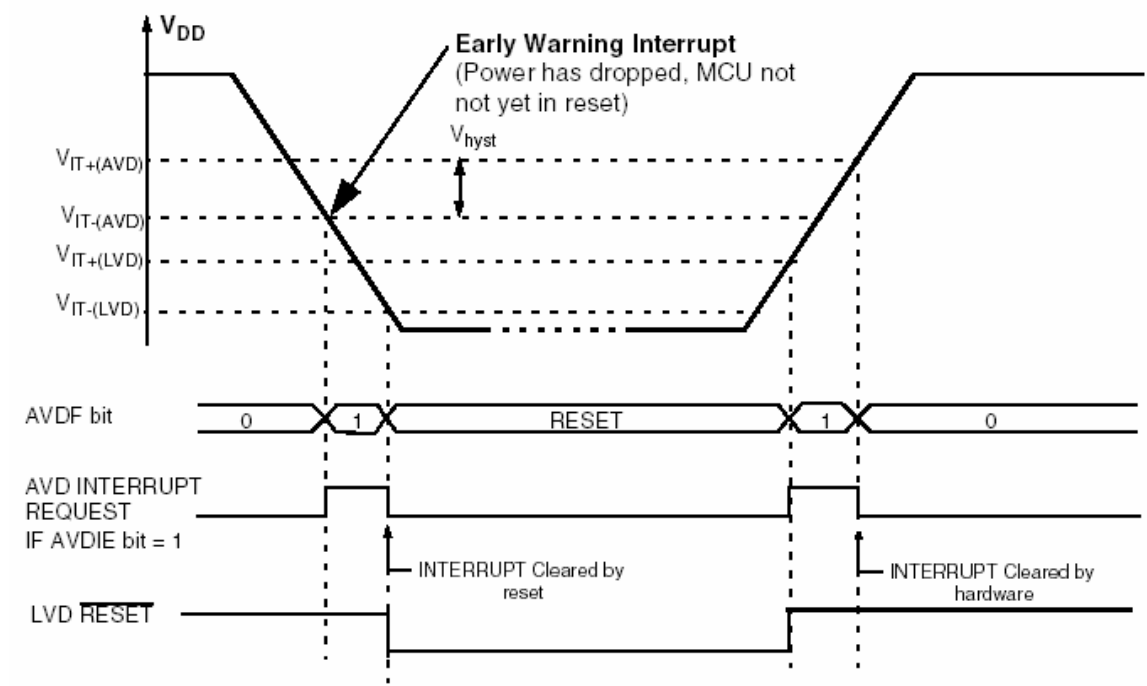

Рисунок 6.34 – Генерація сигналів RESET при падінні напруги живлення
2. Внутрішнім скиданням при падінні напруги живлення нижче рівня $V_{IT-(LVD)}$, рис.6.34;
Вивід скидання є двоспрямованим і має вбудований малопотужний резистор навантаження. Для скидання необхідно подати низький рівень на вивід скидання RESET. Час скидання складає 30 мкс. Розглянемо більш докладно внутрішнє скидання за сигналами LVD та AVD (див. рис. 6.34).